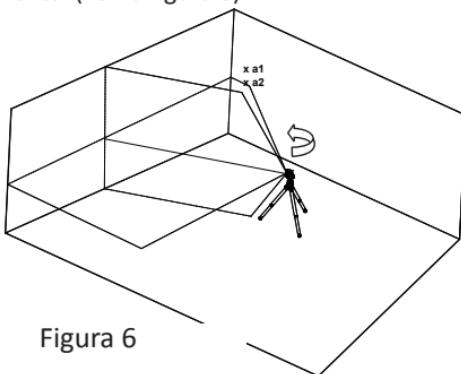

Figura 6
- 4) Gire el nivel láser en sentido contrario de las manecillas del reloj hasta que el borde derecho de la línea horizontal llegue cerca de **a1**, marque un punto **a2** en la pared en medio de la línea horizontal (ver la figura 6).